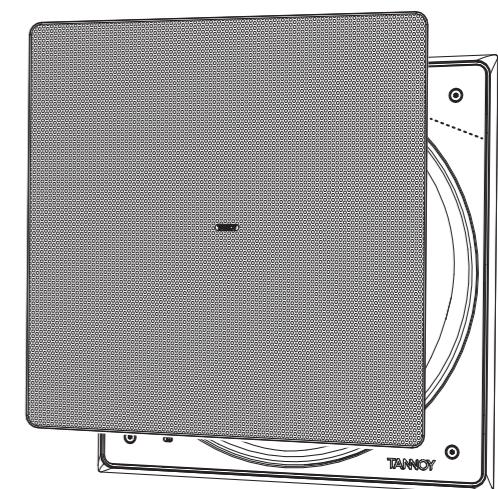

Fig. 11. Installing the Grille
1. Galleret ska försiktigt monteras genom att försiktigt klädda upp kanterna på galleret med baffeln och ramen inuti kanterna (Fig. 11). Tryck inte på gallerets mitt för att undvika skador på indraget. applicera jämnt tryck på varje hörn när det trycks ordentligt på plats.